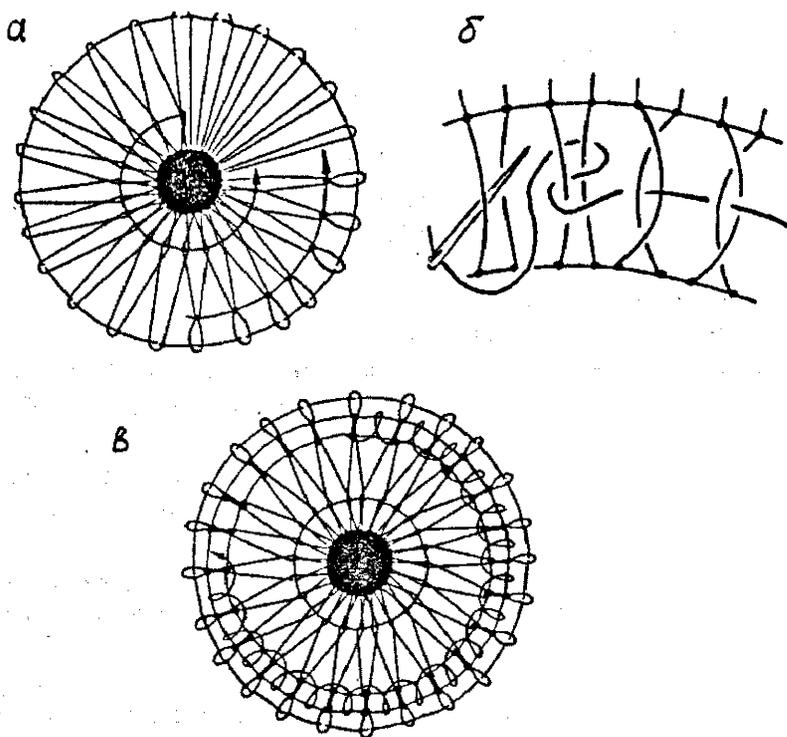

Рис.14. Узор с воздушной петлей на двух кругах
**Узелковый узор с воздушной петлей на двух кругах** (рис. 14). Узор начинают выполнять от центра. Первый узорный круг выполняют, скрещивая лучи соседних пар (рис. 14, а). Для этого закрепляются узелком на одном из лучей на уровне окружности меньшего диаметра, двигаясь справа налево, иглой подхватывают каждый второй луч слева направо и перемещают его на место первого луча, затем иглу разворачивают влево и протягивают нитку (рис. 14, б). Второй и третий узорные круги выполняют одинаково, связывая узелками лучи одной пары. В последнюю очередь на этих двух кругах делают воздушные петли, двигаясь слева направо (рис. 14, в).